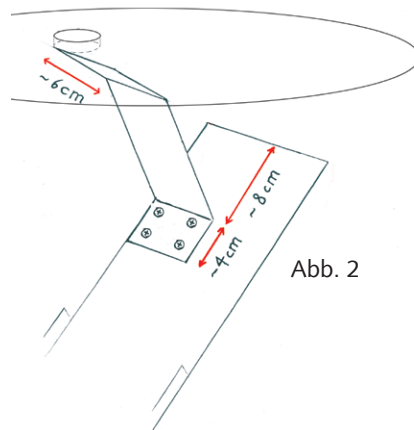

Abb. 2
- Sind die Rostöffnungen nicht am Rand, sondern nur mittig im Rost angeordnet, führt der Ausstieg an die Unterseite des Schachtrostes, sodass er diesen berührt (Abb. 2)